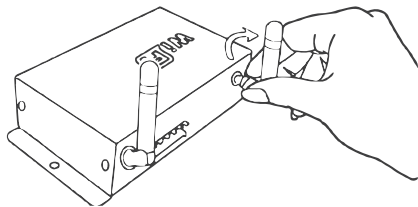

Рис. 1. Подключение антенн.
- 3.2. Если антенны не подключены, установите их, вращая по часовой стрелке. Каждая антенна должна быть подключена к своему гнезду — короткая с двумя рисками к гнезду RF, длинная с тремя рисками — к гнезду ANT. В случае неправильной установки антенн дальность управления может сократиться до 1 м (Рис. 1).